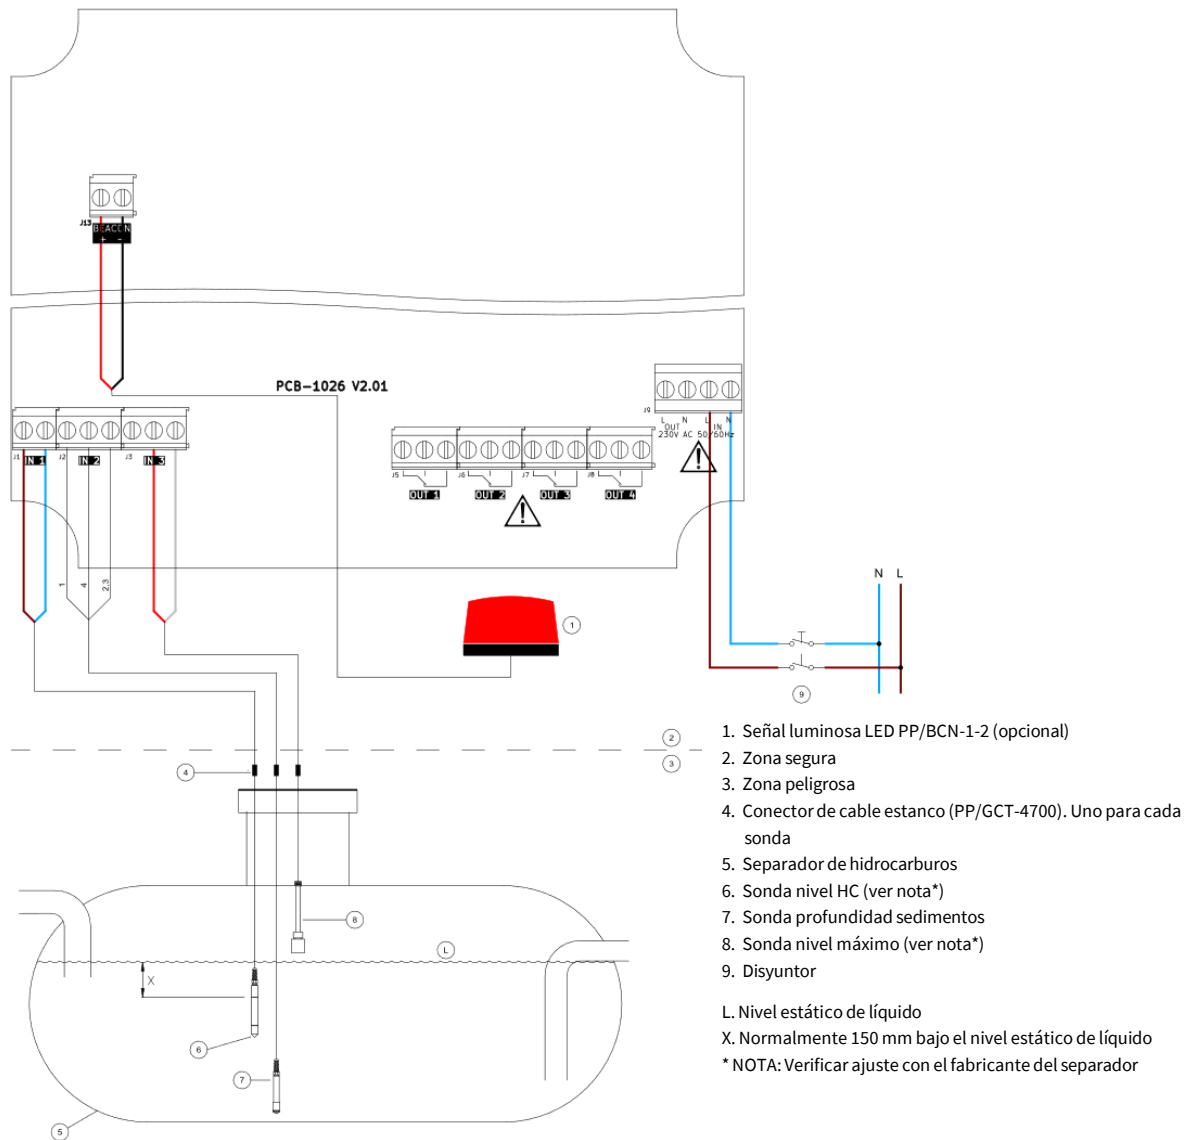

Figura 2: Instalación de la alarma para un separador de hidrocarburos: cableado de las sondas, la señal luminosa y la alimentación
6. Conecte los cables de las sondas flotante, de conductividad o de sedimentos en los terminales J1... J3 de la placa interna de la alarma como se indica en la Figura 2, la Tabla 3, la Tabla 4 y la Tabla 5.